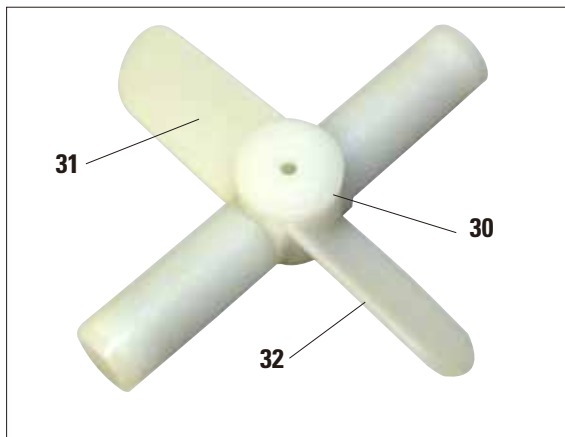

図 7
- マグネットスターラー (図 7 の 30) を梱包から取り出し、レトルト内に挿入します。
マグネットスターラーは、2 枚のスターラーブレード (31) の外側の湾曲部 (32) を下にして挿入します。(図 7)